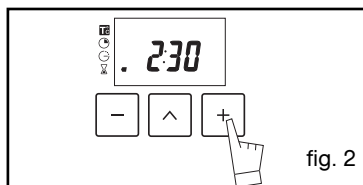

fig. 2
- Appuyez sur la touche " ^ " pour valider ou attendre quelques secondes (fig.2).